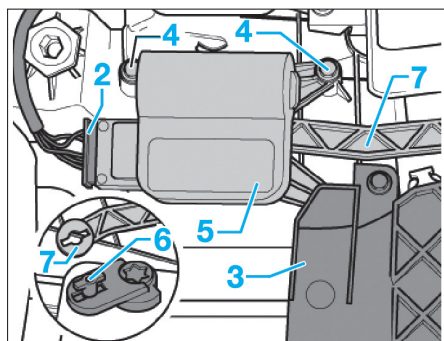

Fig. 32
- Débrancher le connecteur électrique (2) (Fig.32).
- Déposer le cache (3) et les vis (4).
- Déposer le servomoteur (5).
- Détacher le levier (6) de la tringle (7).